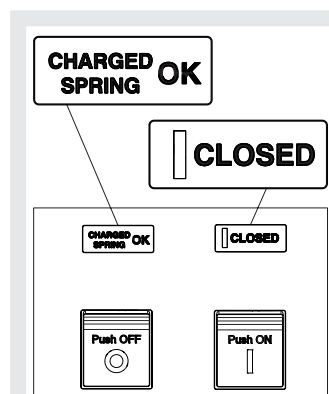

Figure 28
4. Disjoncteur fermé avec ressorts bandés (voir Figure 28). Cet état se vérifie quand après la fermeture (voir étape 4 - Manœuvres ouverture/fermeture manuelle disjoncteur) les ressorts sont bandés de nouveau manuellement ou automatiquement par le motoréducteur (si prévu).